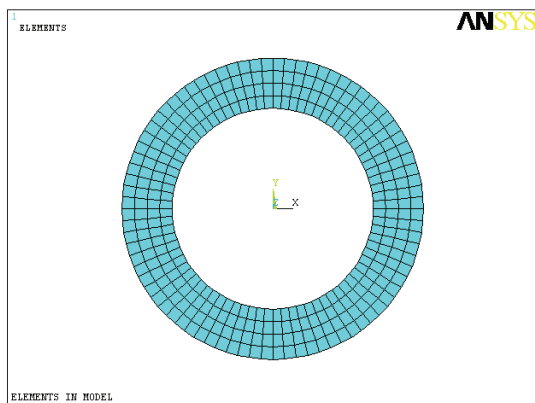

图 3-33 网格划分结果显示
18) 选择 Utility Menu | Plot | Elements 命令，ANSYS 显示窗口将显示网格划分结果，如图 3-33 所示。